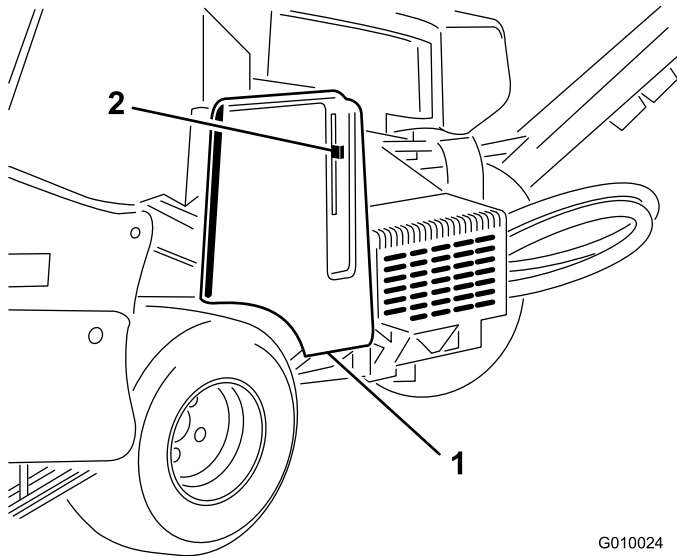
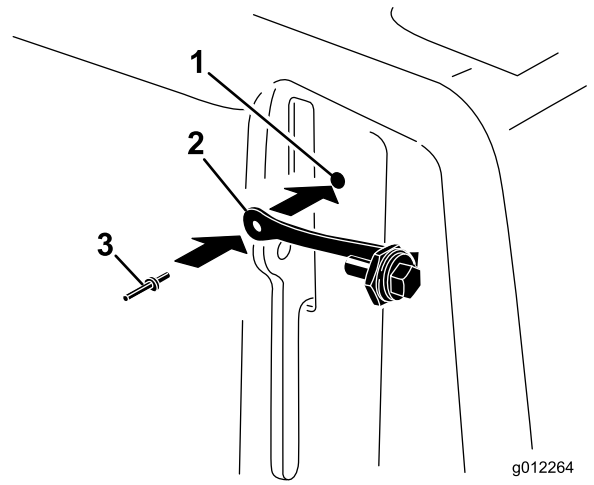

図 16
図 17
1. ラッチレバー用のスロットの隣にあるベルトカバーの穴を探す 図 16 と 図 17。
2. ポップリベットを使用してベルトカバーの穴にランヤードアセンブリを取り付ける 図 17